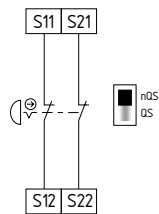

Fig. 10
**Circuito de paragem de emergência de dois canais com dispositivos de comando conforme EN ISO 13850 e EN 60947-5-5 (ver Fig. 10)**